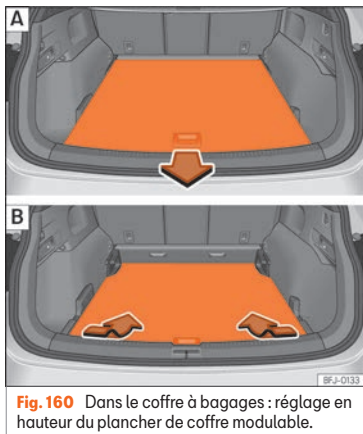

Fig. 160 Dans le coffre à bagages : réglage en hauteur du plancher de coffre modulable.
- Soulevez le plancher de coffre et tirez-le vers l'arrière pour le retirer des rails latéraux du coffre »» fig. 160 [A].
- Placez le plancher dans les rails à la hauteur désirée et faites-le coulisser vers l'avant jusqu'en butée »» fig. 160 [B].